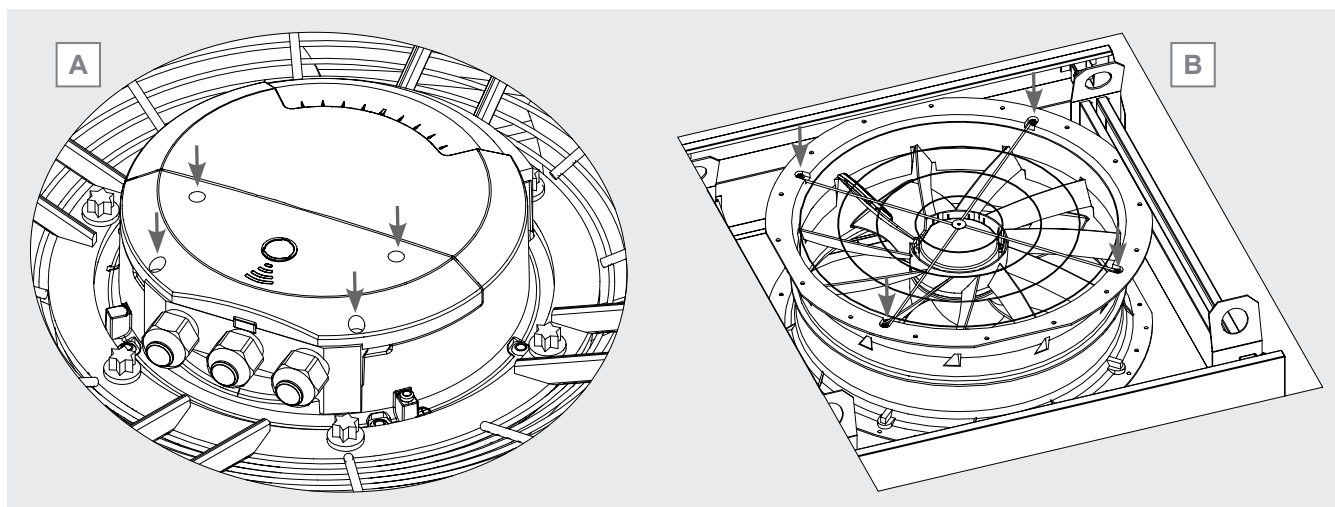

Figure 34
- Motoventilateur à fixation radiale et plane : le boîte est normalement accessible. Dévisser les vis de fixation du couvercle et le retirer. Conservez le couvercle dans un endroit approprié. La forme, les dimensions et les points de fixation du couvercle varient en fonction de la marque et du modèle de ventilateur : à titre d'exemple, voir la Figure 34 A.
- Motoventilateur avec buse intégrée : Dévissez les vis qui fixent la grille du moteur à la buse. Voir la Figure 34 B. Retirez la grille et rangez-la dans un endroit approprié. Localisez le boîte du moteur. Dévissez les vis qui fixent le couvercle et retirez-le. Rangez le couvercle dans un endroit approprié. La forme, la taille et les points de fixation du couvercle varient en fonction de la marque et du modèle du ventilateur : à titre d'exemple, voir la Figure 34 A.